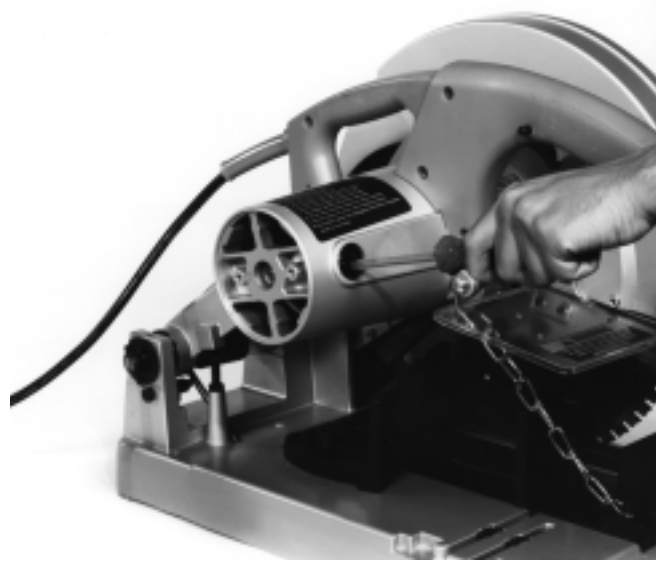

Figura 11 – Extracción de las tapas de las escobillas
2. Emplee el destornillador de cabeza ranurada (-) para extraer las tapas de las escobillas (Figura 11).